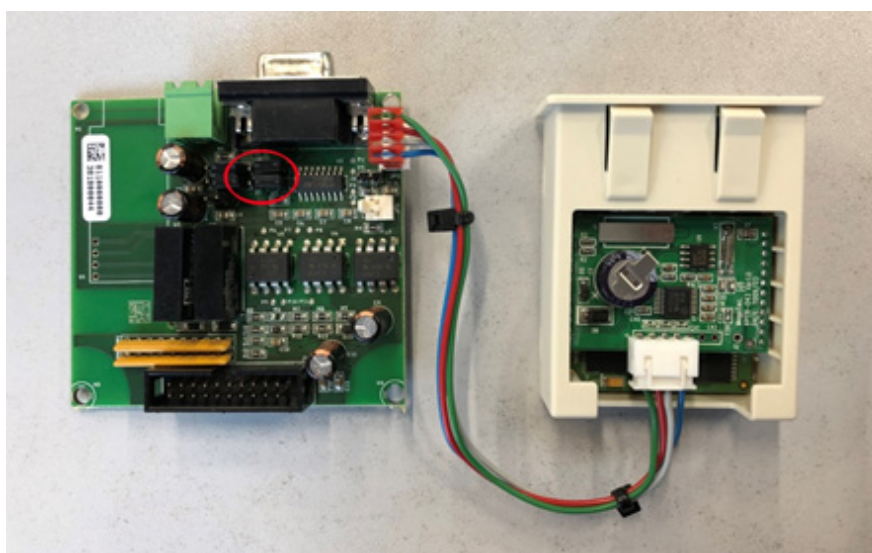

Рисунок 9 – Подключение платы SNMP
- 4) Произвести электрическое подключение платы SNMP к плате RS232 как показано на рис. 9 (JP1 и JP2 на плате с RS232). Перевести перемычки JP4 и JP5 на плате RS232 в положение, указанное на рис. 9.